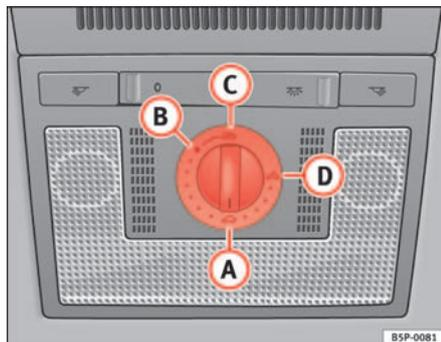

Fig. 70 Detalle del revestimiento interior del techo: mando giratorio del techo corredizo / deflector
- Gire el mando a la posición **A** ⇒ fig. 70 ⇒